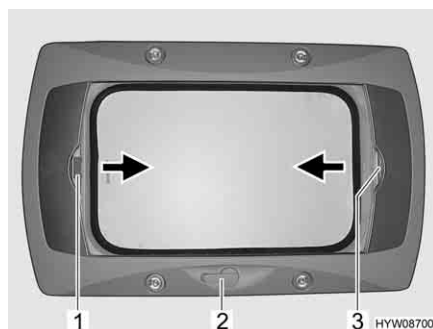

Fig. 77 Oblò a manovella
- Apertura:** ■ Ruotare la manovella (Fig. 77,2) fino a quando non si incontra resistenza.
- Chiusura:** ■ Tirare la tendina oscurante pieghevole per la maniglia (Fig. 77,3) nella direzione della freccia fino alla posizione desiderata e rilasciare. La tendina oscurante pieghevole rimane in questa posizione.
- Chiusura:** ■ Tirare la zanzariera a rullo per la maniglia (Fig. 77,1) nella direzione della freccia verso la maniglia contrapposta della tendina oscurante pieghevole (Fig. 77,3) e farla innestare.
- Apertura:** ■ Tirare la maniglia della zanzariera a rullo (Fig. 77,1) dietro, verso l'alto, e sganciare la zanzariera a rullo dalla tendina oscurante pieghevole (Fig. 77,3).